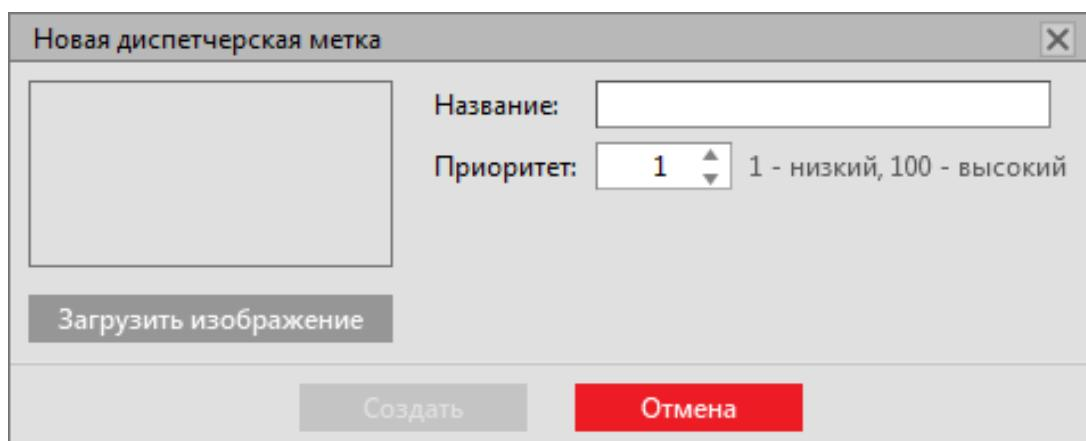

Рисунок 120 - Создание диспетчерской метки
2. Заполните форму (Рисунок 120) согласно Таблице 63.